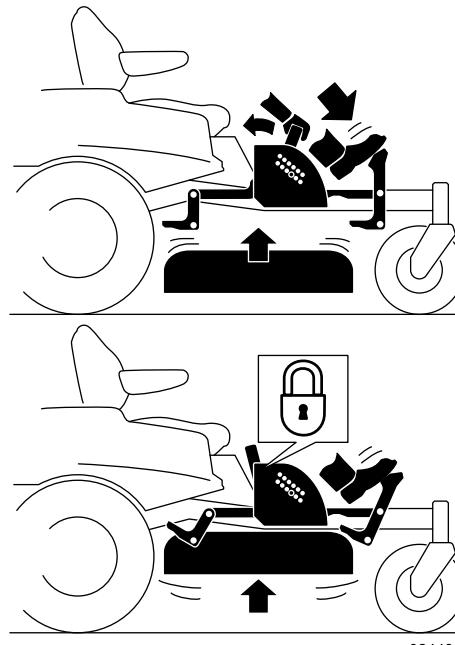

Figure 37
- Enfoncez la pédale pour élever le plateau de coupe ; maintenez la pédale enfoncée jusqu'à ce que le plateau soit verrouillé en position de transport (Figure 37).
transport en arrière pour désengager le verrou de transport (Figure 37).
- Appuyez sur la pédale de levage du plateau avec le pied et tirez la poignée en arrière pour désengager le verrou de transport (Figure 37).